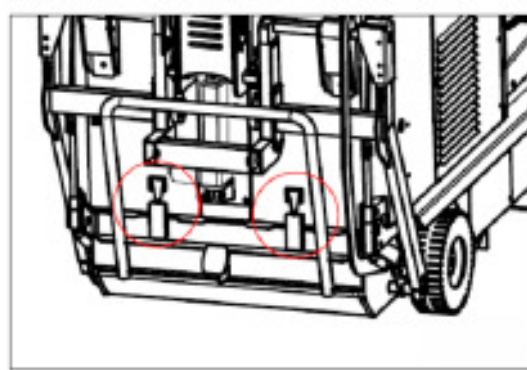

Fig. 20
- 11) Cuando el contenedor llega al fondo, cierre los dos ganchos (Fig. 20).